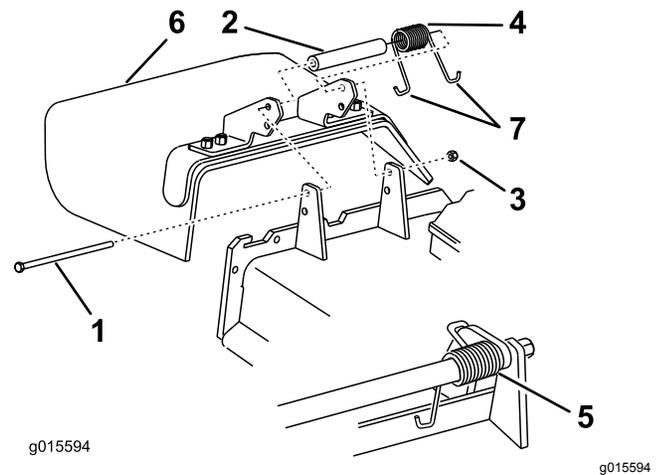

Figura 85
1. Retire la contratuerca, el perno, el muelle y el espaciador que sujetan el deflector a los soportes de pivote (Figura 85).
2. Retire el deflector de hierba dañado o desgastado (Figura 85).
**Nota:** Asegúrese de colocar un extremo con gancho en J del muelle detrás del reborde de la carcasa antes de instalar el perno, según se muestra en Figura 85.
6. Coloque 1 extremo en J del muelle alrededor del deflector de hierba (Figura 85).